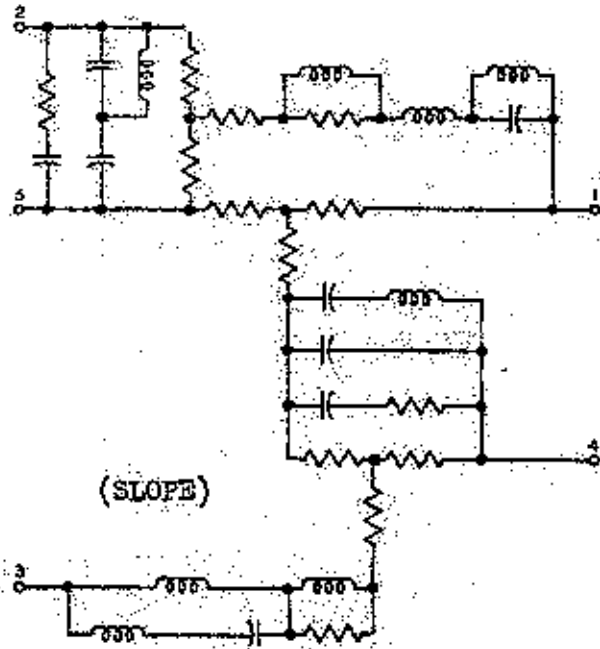

Fig.22 Circuiti dell'equalizzatore EQ822
- Equalizzatore EQ822 (fig. 22)